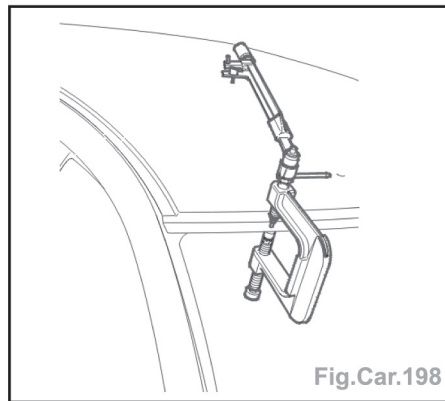

Fig.Car.198
- Poinçonner et calibrer le pavillon avec l'outil spécifique [1], ce calibrage doit être effectué avec une clé dynamométrique réglée à  $3,2 \text{ daN.m}$  (Fig.Car.198).